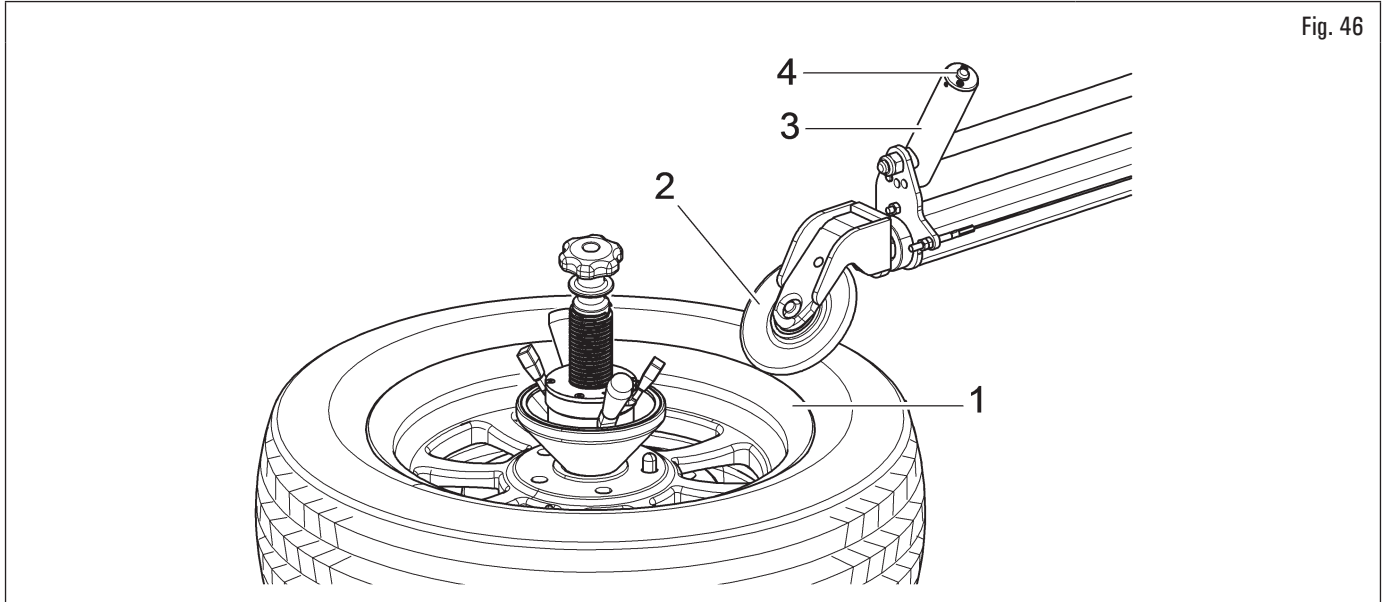

Fig. 46
- Après avoir bloqué la roue, rapprocher le rouleau décolle-pneus supérieur (Fig. 46 réf. 2) du bord de la jante (Fig. 46 réf. 1) ;
- positionner les rouleaux décolle-pneus sur le diamètre de la jante au moyen de la poignée (Fig. 46 réf. 3) après avoir débloqué les bras au moyen du poussoir (Fig. 46 réf. 4), placé sur la poignée-même ;